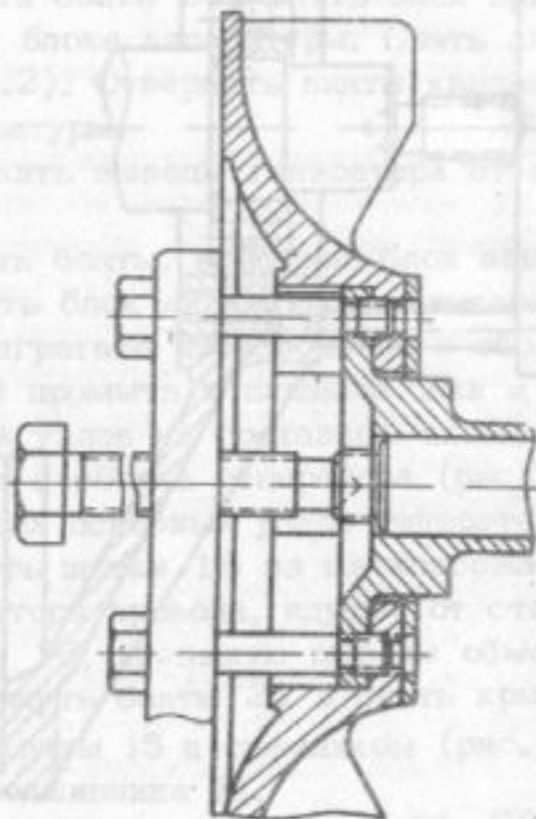

Рис.19. Снятие вентилятора
3. Расконтрить стопорную шайбу 29, отвернуть гайку 30 и снять съемником (рис.19) вентилятор 3 (рис.5).